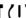

Abb. 128 Taste zum Einstellen des Reifendruck-Kontrollwertes
- Drücken Sie die Taste **SET**  ⇒ Abb. 128 länger als 2 Sekunden. Während des Drückens der Taste leuchtet die Kontrollleuchte . Gleichzeitig werden die Grundwerte gespeichert, was mit einem akustischen Signal und anschließendem Erlöschen der Kontrollleuchte  bestätigt wird.